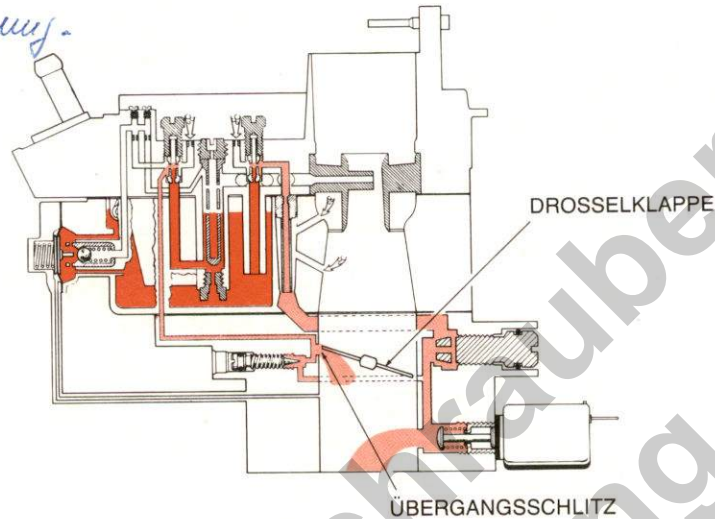

Abb. 3
c) **Übergangssystem (Abb. 3)**